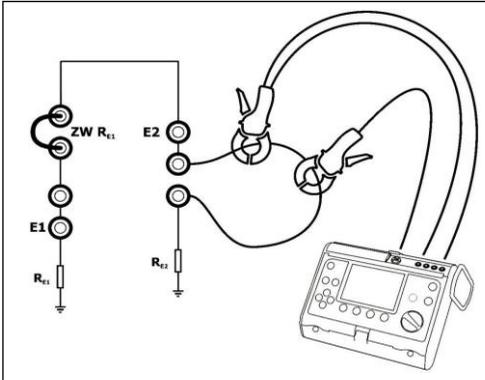

Abb. 11. Anschließen des Messgeräts.
- schließen Sie den Erdungswiderstandsmesser (MRU-XXX) gemäß Abb. 11 an,